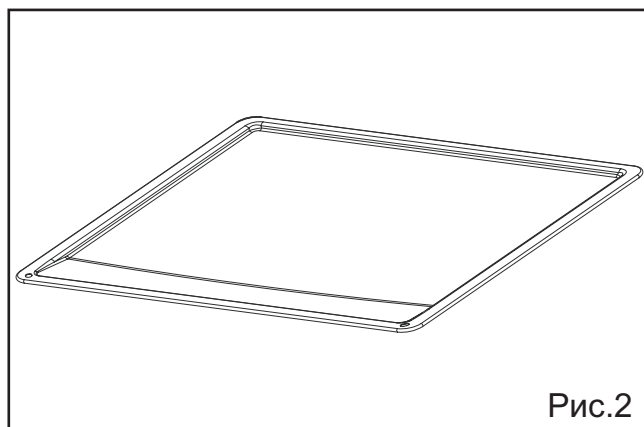

Рис.2
- **Многофункциональный противень для стекания сока и жира (рис. 2).**